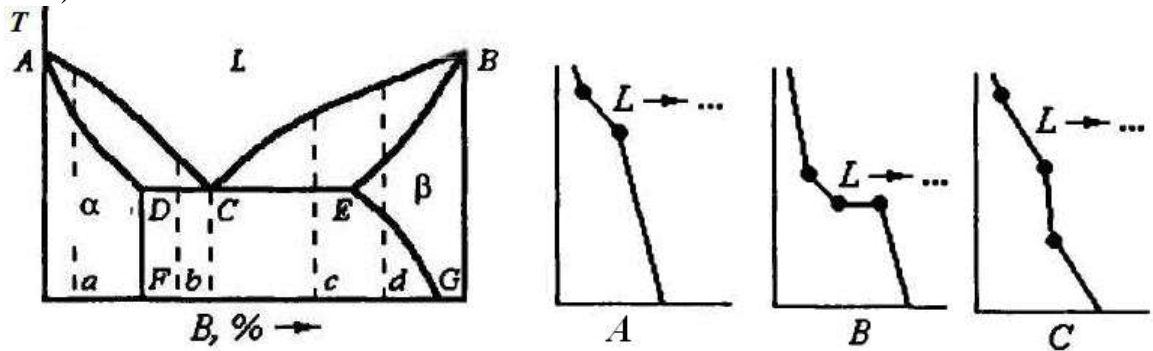

Рис. 3.16. Кривые охлаждения сплавов
3.8. Какому сплаву (каким сплавам) принадлежит кривая охлаждения *B* (рис. 3.16)?